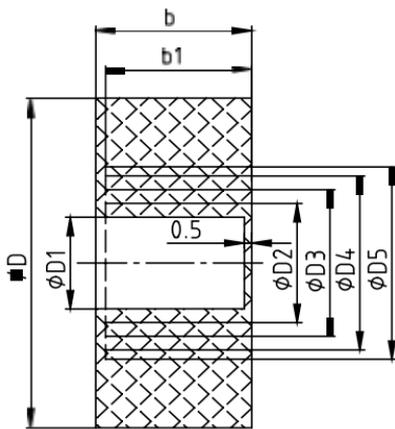

图3
**7.3.1** 电源引入电缆的外径要与密封圈的孔径相符，密封圈材质为橡胶 XH-21，规格及尺寸见图 3、表 4（可根据引入电缆外径大小剥去密封圈同心圆）。配合直径差不大于 1mm，当压紧接线盒斗后，应保证密封圈与电缆之间以及密封圈与接线盒之间无间隙，否则将失去防爆性能。